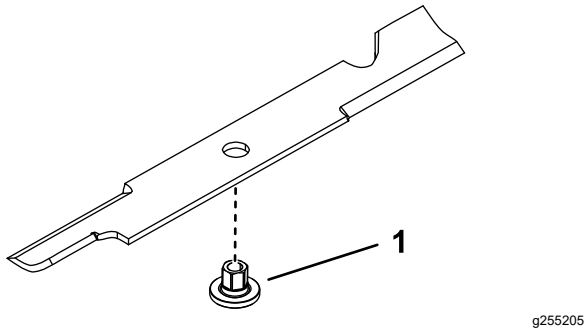

Figure 111
1. Insérez la douille dans la lame en plaçant l'embase sur le côté inférieur (côté herbe) de la lame (Figure 111).